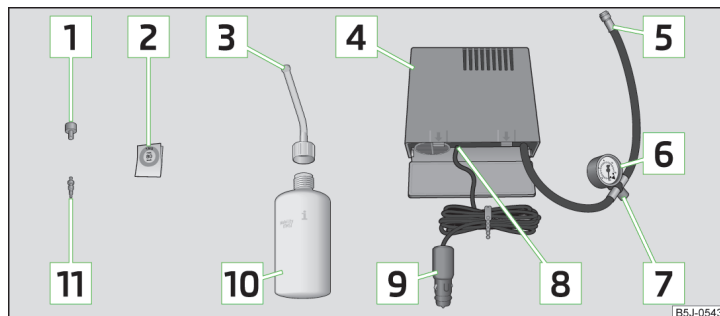

Fig. 152 Raffigurazione di principio: Componenti del kit per riparazioni
Componenti del kit » fig. 152
- Incollare l'etichetta corrispondente **2** » fig. 152 a pagina 177 sulla plancia, nel campo visivo del conducente.
- Agitare vigorosamente per qualche volta la bombola di riempimento del pneumatico **10** » fig. 152 a pagina 177.
- Avvitare saldamente sulla valvola il tubo flessibile di gonfiaggio del pneumatico **5** » fig. 152 a pagina 177 del compressore.